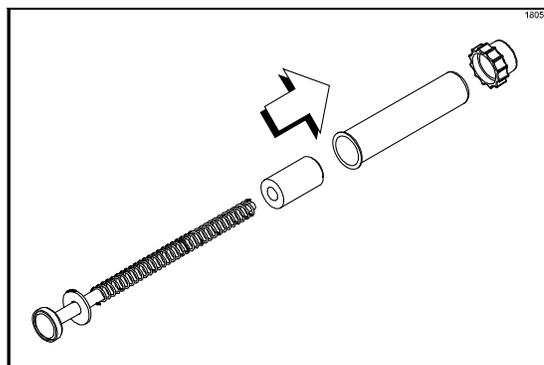

図74
5. プランジャーアッセンブリからプランジャーナット、チューブ、およびインサートを取り外します(図74を参照)。